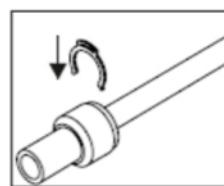

Fig. 5
- 2) Montati siguranta (daca exista) (Fig. 5)